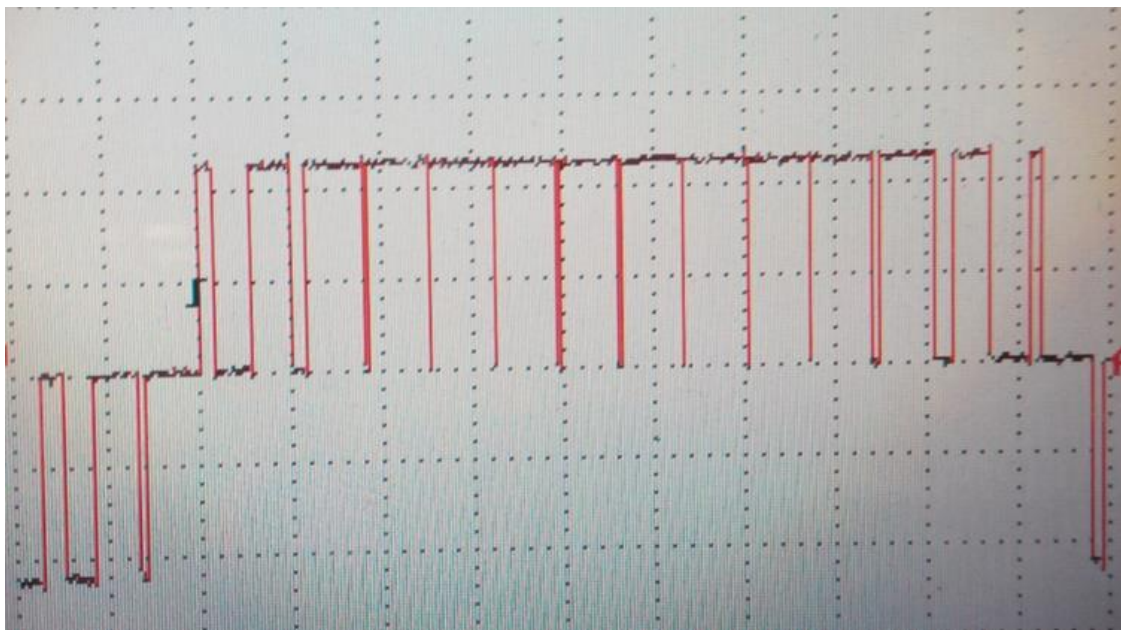

Рис. 4.1 - ШИМ-сигнал на выходе силовой ячейки.
- На НМІ-панели нажать на «ПУСК». На экране осциллографа должен наблюдаться двухполярный ШИМ-сигнал с амплитудой равной 24В (см. рис. 4.1).